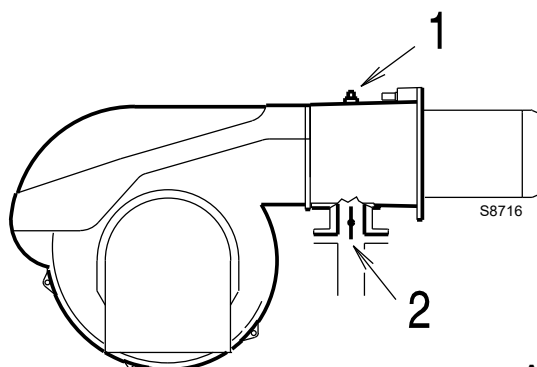

Abb. 18
Gasdruck, am Anschluss 1)(Abb. 18) gemessen mit:
Um stattdessen den am Anschluss 1)(Abb. 18) notwendigen Gasdruck zu ermitteln, nachdem die Höchstleistung festgelegt wurde, bei der Brenner arbeiten soll:
- Den Druck am Anschluss 1)(Abb. 18) ablesen.
Am Anschluss 1)(Abb. 18) erforderlicher Druck.